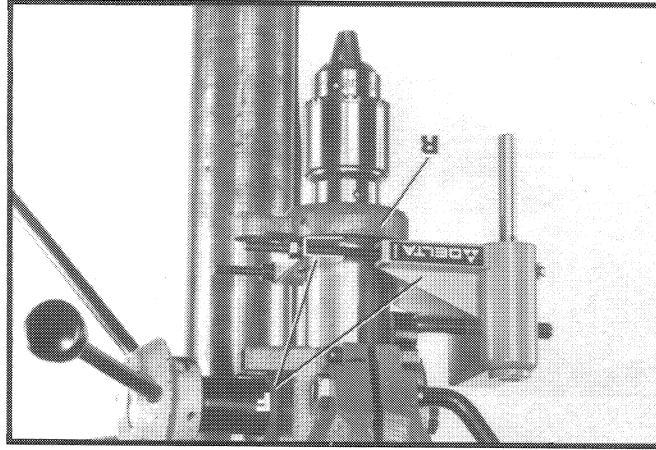

Fig. 10
9. Ensamble el cárter y el soporte de montaje (F) Fig. 10 al fondo del árbol directamente sobre el soporte (R), como se ilustra aquí.